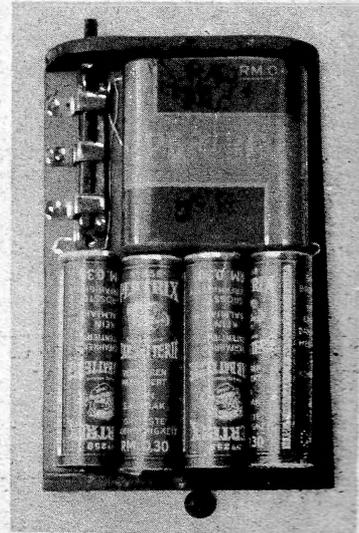

Abb. 3. Der fertig gefüllte Batterie-raum. Links oben ist der Heizregler in eingeschaltetem Zustand zu sehen.
Der selbstzubauende Heizregler ist in dieser Ausführung recht klein und besonders praktisch, da er zugleich, ähnlich wie bei einem Klinkenstecker, das Gerät vor unbefugter Inbetriebnahme schützt. Ein 65 mm langer, mit Widerstandsdraht bewickelter Fiberstreifen (von einem alten Heizwiderstand) ist auf dem Grundbrett festgeschraubt (Abb. 3, 4 a und 8 a). Darüber schwebt, einseitig befestigt (Löten!) und ohne den Widerstandsdraht zu berühren, ein schmaler Streifen Kupferfolie. Schiebt man nun einen als eine Art Sicherheitsschlüssel dienenden Hartgummistab unter die Klemmen (K) (siehe Abb. 8 b), so stellt die Folie Kontakt mit dem Widerstand her. Je weiter der Stab eingeschoben wird, desto weniger Widerstandsdraht ist eingeschaltet (maximaler Widerstand ca. 30 Ohm).